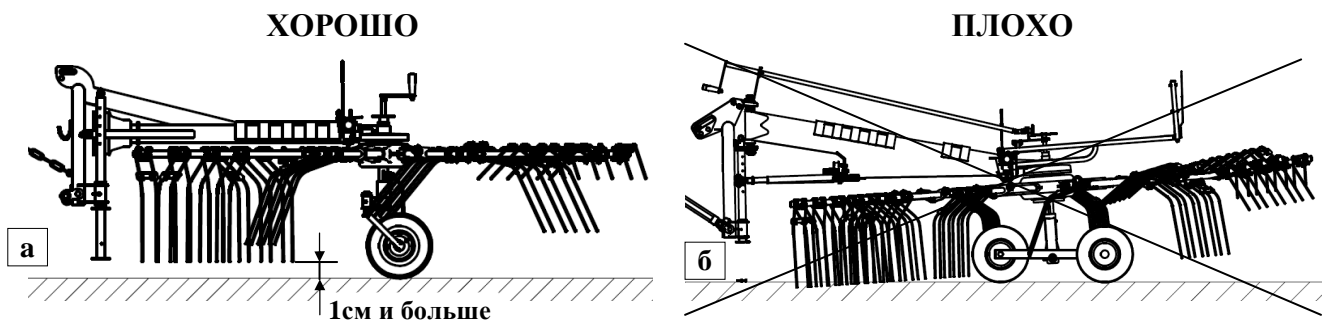

Рис. 20. Грабли в рабочем положении - а) хорошо; б) плохо
- при помощи рычага (**D**) (**Рис. 21**) опуская или поднимая, установить высоту сгребания, сгребательные пальцы должны находиться в горизонтальном положении соответственно к поверхности и не могут касаться земли (**Рис. 20**).